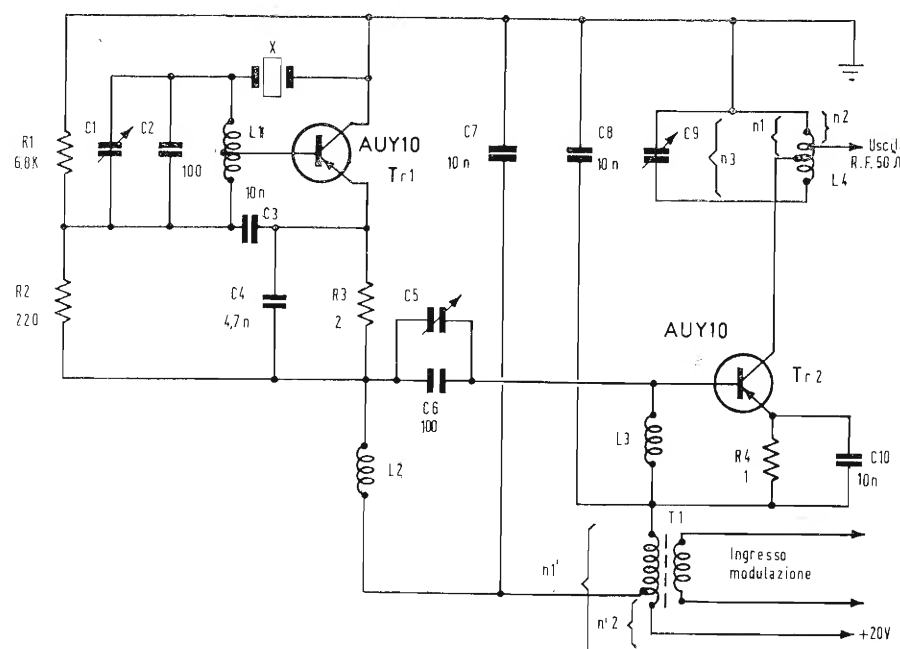

Fig. 1/0867
R. In fig. 1 pubblichiamo lo schema aggiornato del trasmettitore a transistori adatto per i 27 MHz, al quale sono state apportate alcune modifiche suggerite dall'uso pratico dello stesso. Il circuito oscillatore è il solito Colpitts controllato a cristallo che pilota lo stadio finale ad emettitore comune, mentre la modulazione è applicata ad entrambi gli stadi.